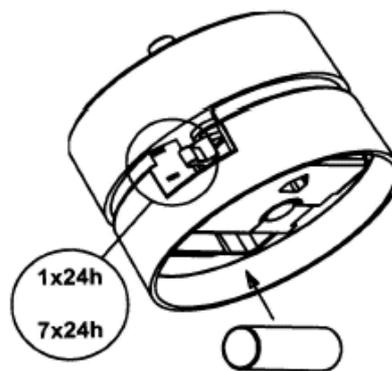

Fig.12
5.4.2 Instalação de uma bateria nova (Fig. 12) (Bateria padrão LR6 / AA 1,5 V)